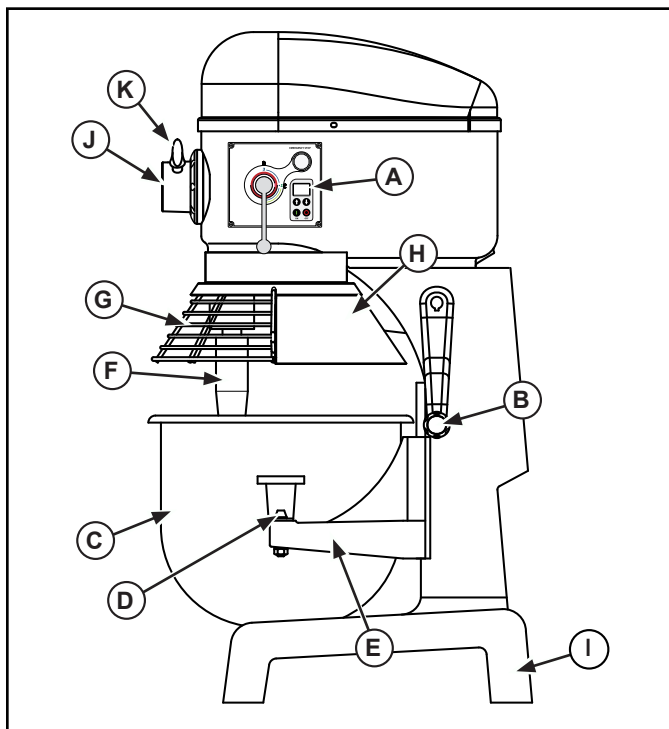

Figure 3. Mélangeur 40 qt (44 l), caractéristiques et commandes.
1. Fermez la barrière de sécurité (G) (Figure 3 ou 4). Pour que le mélangeur fonctionne, la barrière de sécurité doit être fermée. Si la barrière de sécurité est ouverte ou pas bien fermée, le mélangeur ne fonctionnera pas.